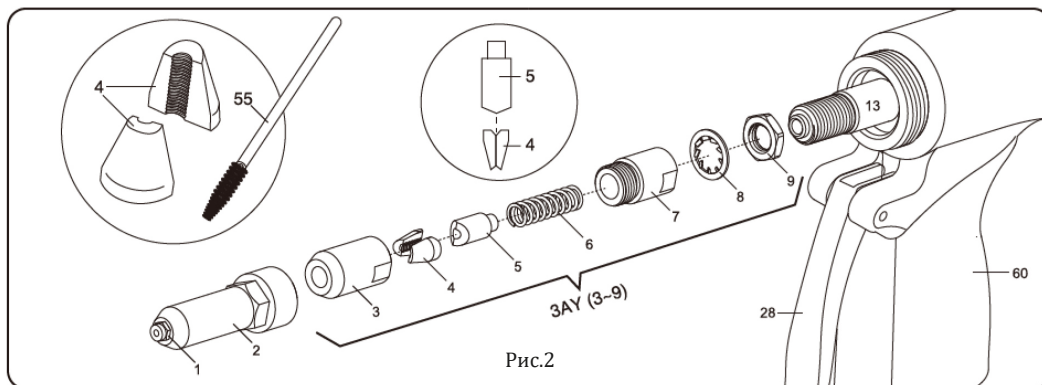

Рис.2
- Открутите головку (2) ключом №24, с помощью ключей №22 и №24 разберите корпус (3-9).
- Проверьте все внутренние запчасти, в случае, если какие-то из них повреждены, они должны быть заменены. Обязательно проверьте зубцы губок (4), в случае, если зубцы стерлись, замените губки. Также, обратите внимание на толкатель (5) и пружину (6). Замените эти детали, если они серьезно износились, стали короче или деформировались.
- Используйте те кисточку (55), чтобы почистить внутри верхний корпус тисков (3), зубцы губок (4), толкатель (5), пружину (6) и задний корпус (7) (рис.2). Опустите эти детали в масло для смазки. Для лучшей смазки, нанесите немного молибденово-литиевой смазки на заднюю часть губок и на внутренний срез корпуса губок (3).
- Закрутите обратно гайку (9), пружинную шайбу (8), задний корпус губок (7), а затем засуньте в него пружину (6).
- Осторожно вставьте губки (4), а за ними толкатель (5) в переднюю часть корпуса (3) (рис.2), затем скрепите крепко эти части с задней частью корпуса (7) с помощью ключей №22 и №24. Убедитесь что гайка (9) все еще крепко не закреплена.
- С помощью ключей №22 и №24 и линейки измерьте и отрегулируйте стопорную гайку (9) до рекомендованной длины 77±0,5 мм и затените задний корпус. В конце, используйте те ключ №24, чтобы крепко прикрутить основание (2).
- Подсоедините инструмент к системе подачи воздуха. Рекомендуется дважды нажать курок (28) для регулировки внутренних частей, чтобы они заняли правильное положение, после этого можете осторожно установить оправку для заклепок на рабочий наконечник.
- Используйте ключи №22 и №24, чтобы снова собрать корпус тисков (рис.2), с помощью линейки измерьте, а ключом отрегулируйте и зафиксируйте корпус тисков на расстоянии $77 \pm 0,5$ мм (рис.2). В конце, прикрутите основание (2) к инструменту. Убедитесь, что торцевая крышка масляного цилиндра (20) надежно прикручена, контейнер для сбора стержней (22) установлен правильно, корпус тисков и основание (2) крепко прикручены.